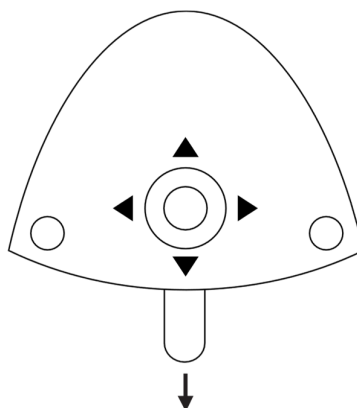

Figure 67 - Configuration à l'aide de la pédale de commande
2. Activer ▲ / ▼ ou ↓ – voir la Figure 67 – pour trouver le paramètre à modifier (voir le Tableau 5)